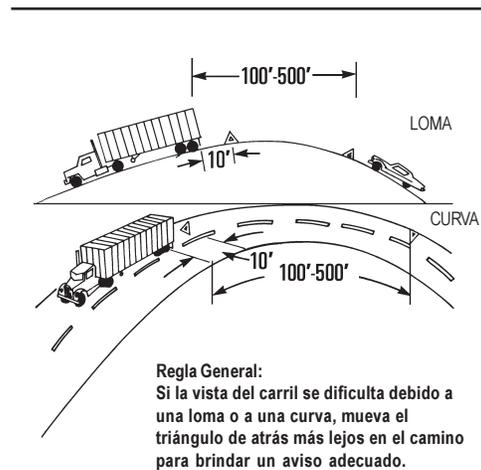

Figura 2-6 Vista Obstruida
- Aproximadamente a 100 pies de la parte posterior y delantera de su vehículo, en la orilla o en el carril en el que esté parado. (Figura 2-6)